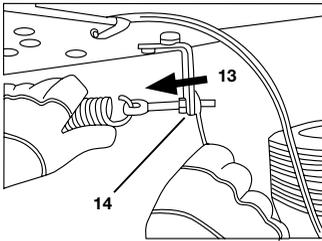

Figura 8
Si la criba de expulsión se abre con demasiada frecuencia, apriete el resorte por medio del perno de anilla (14). Para ello, atornille las tuercas hexagonales (SW 13) del perno de anilla (14) en el sentido del resorte (13) (véase la Figura 8).